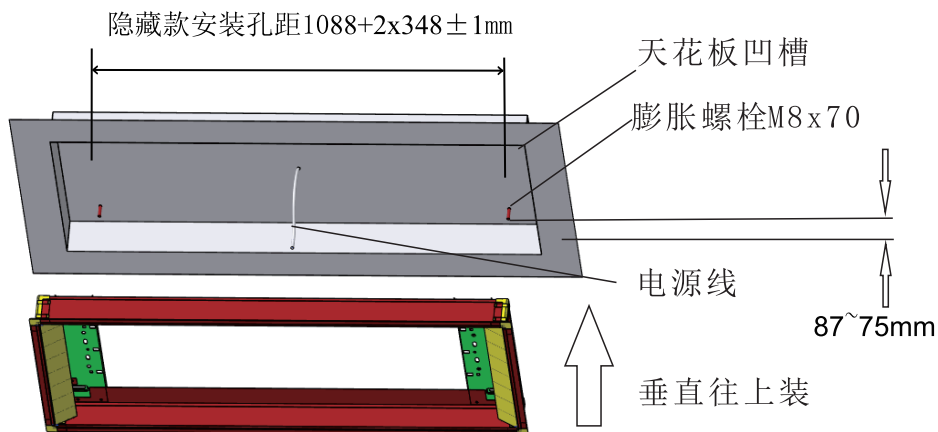

图 9
- 9、按照上图9，先将天花板凹槽打好对应的4个安装孔，将膨胀螺栓敲进去，露出天花板大约15mm（根据开槽尺寸来，如果开槽尺寸比较深，需要更长螺栓，确保膨胀螺栓露出端距离天花面在**87~75mm**之间）将整个边框往凹槽贴紧，用螺母固定在膨胀螺栓上，如图10。